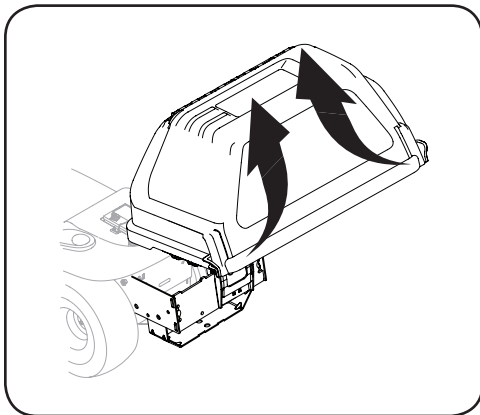

Figura 4-16
- Abra la cubierta de la embolsadora oprimiendo las lengüetas y levantando la cubierta de la embolsadora superior. Consulte la Figura 4-16.